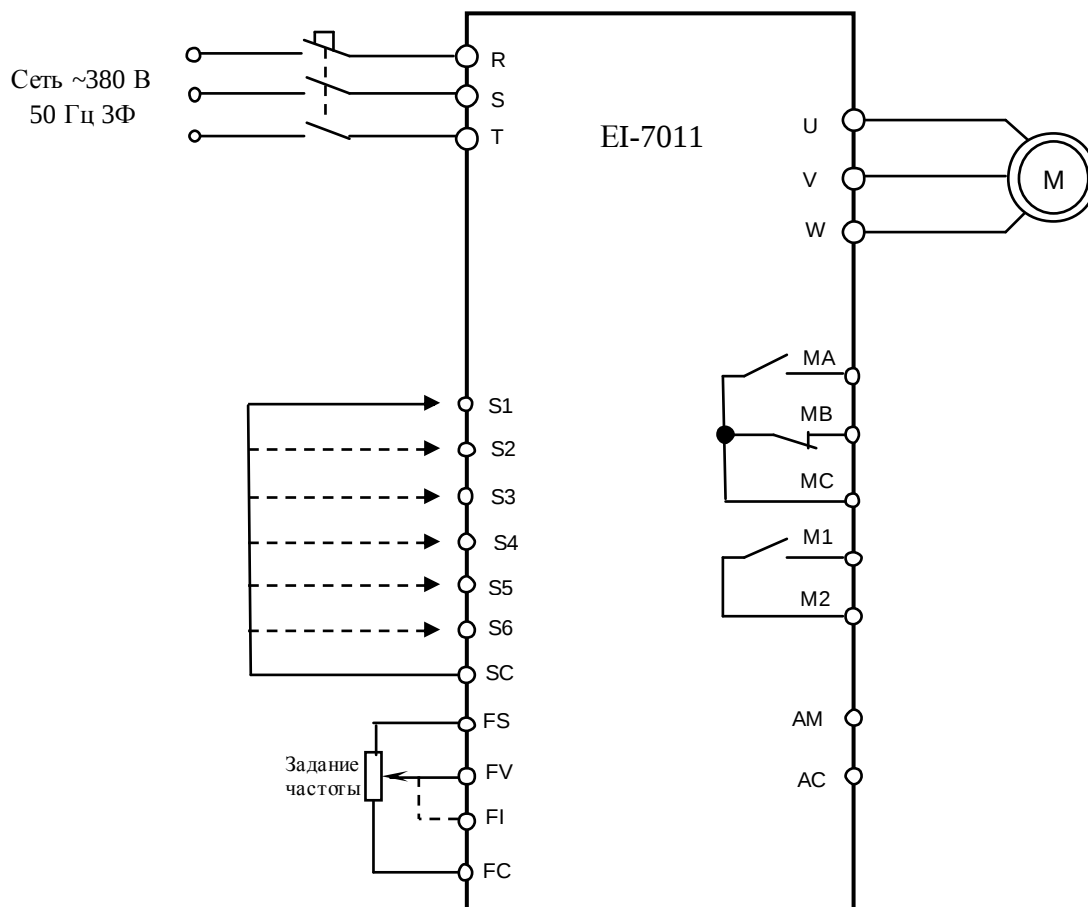

Рис. 4.12. Диагностика входных и выходных цепей управления преобразователя EI-7011.
- 4.11.1. Подключить электродвигатель к выходным клеммам U, V, W (рис.4.12).